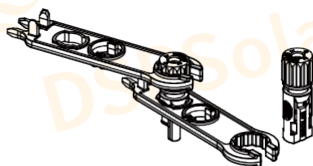

Imagen 3.5: conector con tuerca ciega atornillada
- c) Inserte el pin de contacto en la parte superior del conector y atornille la tuerca de sombrerete a la parte superior del conector. (como se muestra en la imagen 3.5).